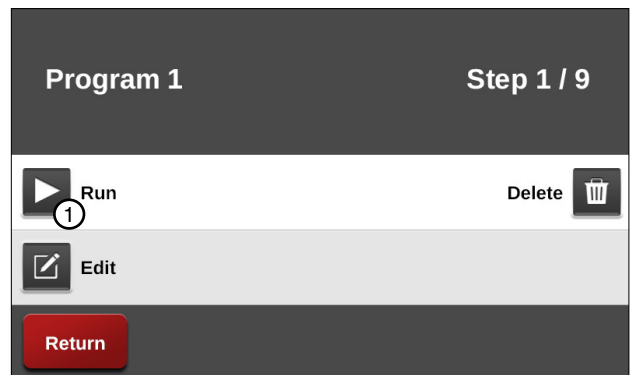

Figure 101-2 1. Run
3. Push the **Run** button. Refer to Figure 101-2.